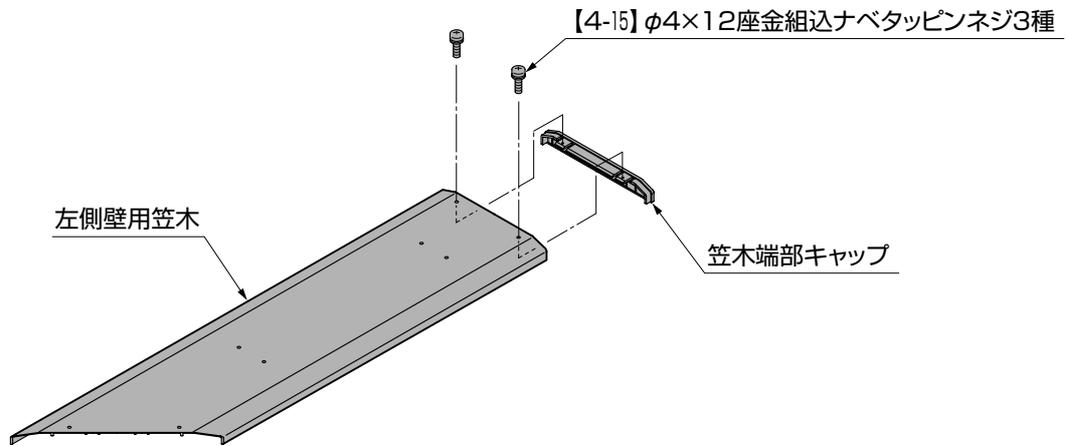
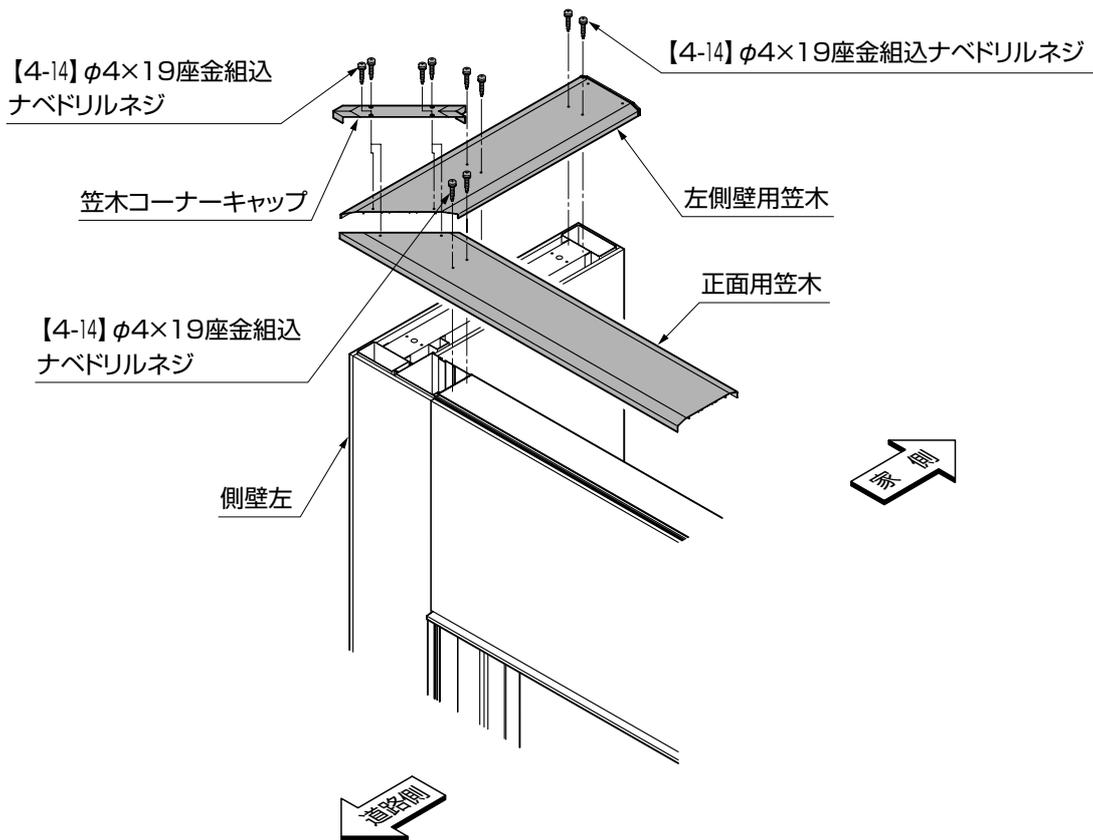

図6-1
図6-2
- ①左右の側壁用笠木に笠木端部キャップを【4-15】で取付けしてください。(図6-1参照)
- ②笠木正面用、笠木側壁用、コーナーキャップを【4-14】で仮取付けしてください。(図6-2参照)
- ③側壁右も①の作業をしてください。
- ①左右のレールステイの家側面が傷つかないようにダンボールで養生してください。
- ②ステンスラットの巻取り方向が図6-1の向きになるようにしてください。
- ③ロープ等を使用して、シャフトの下にステンスラットを保持してください。
- ④シャフトに仮止めしている「吊元固定ボルト」を一旦取外してください。(図6-2参照)
- ⑤吊元スラットをシャフトまで引き上げて④で取外した「吊元固定ボルト」でシャフトに取付けてください。
- ⑥ステンスラットをすべて巻取り、ロープを外してください。